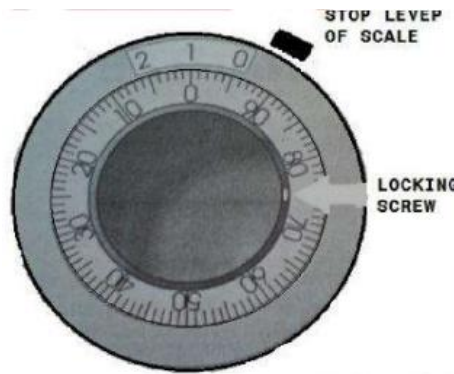

Abbildung 9
2. Stellen Sie das Ziffernblatt mit 1,0, so dass der Quetschmesser 20 mm beträgt (siehe untenstehende Abb. 9) und sperren die Einstellung. Quetschen Sie das Stahlrohr und messen den realen Durchmesser.